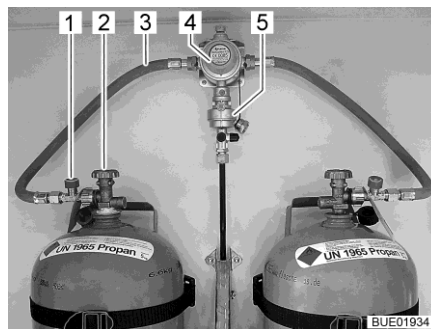
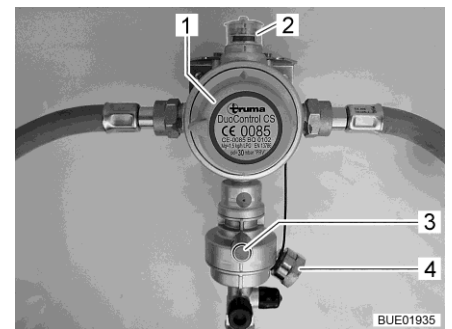

Bild 83 Gasflaskor med DuoControl
Bild 84 DuoControl-styrsystem
DuoControl-styrsystemet består av en omkopplingsventil (Bild 83,4) och en crashsensor (Bild 83,5). DuoControl-styrsystemet är monterat mellan gasslangarna (Bild 83,3) med slangbrottsäkring (Bild 83,1). Med vredet (Bild 84,1) på omkopplingsventilen ställer du in vilken gasflaska som ska användas som driftflaska och vilken som ska användas som reservflaska.
I fönstret (Bild 84,2) visas gasförsörjningens status:
Drift med bara en gasflaska är tillåten. Den öppna anslutningen måste dock förslutas med ett blindlock (Bild 84,4) i detta fall.
Crashsensorn stänger av gastillförseln vid kraftig vibration (t. ex. vid en krock). Crashsensorn aktiveras genom att trycka på den gröna resetknappen (Bild 84,3).
Slangbrottssäkring Slangbrottssäkringen (Bild 83,1) stänger av gasflödet om den anslutna slangen går sönder. Slangbrottssäkringen måste aktiveras genom att trycka på den gröna knappen. Den gröna knappen måste tryckas in tills trycket i slangen har byggts upp.
Kontrollenhet Gastillförseln via DuoControl-styrsystemet slås på och av på kontrollenheten (Bild 85). Gasflaskornas huvudavstängningsventiler (Bild 83,2) och gasavstängningsventilerna på apparaterna måste öppnas för hand. För att aktivera slangbrottssäkringen, se avsnitt "Slangbrottssäkring".
- Med vredet (Bild 84,1) på omkopplingsventilen väljs gasflaskan, som ska prioriteras (driftflaska). Vrid alltid vredet till stoppläget.
- Öppna huvudavstängningsventilerna (Bild 83,2) på gasflaskorna.
- Tryck på den gröna knappen på slangbrottssäkringen (Bild 83,1). I fönstret (Bild 84,2) visas den gröna markeringen.
- Stäng huvudavstängningsventilerna (Bild 83,2) på gasflaskorna.
Om den gröna kontrollampan (Bild 85,6) slocknar under drift och den röda kontrollampan (Bild 85,5) tänds är driftflaskan tom och måste bytas ut. I fönstret (Bild 84,2) visas den röda markeringen. Gasförbrukarna försörjs med gas från reservflaskan.
- Vrid vredet (Bild 84,1) ett halvt varv i riktning mot den gasflaska som används för tillfället. Då blir denna gasflaska driftflaska och den tomma flaskan blir reservflaska. Markeringen i fönstret (Bild 84,2) växlar från rött till grönt.
- Stäng huvudavstängningsventilen (Bild 83,2) på den tomma gasflaskan. Beakta pilriktningen.
- Tryck på den gröna knappen på slangbrottssäkringen (Bild 83,1).